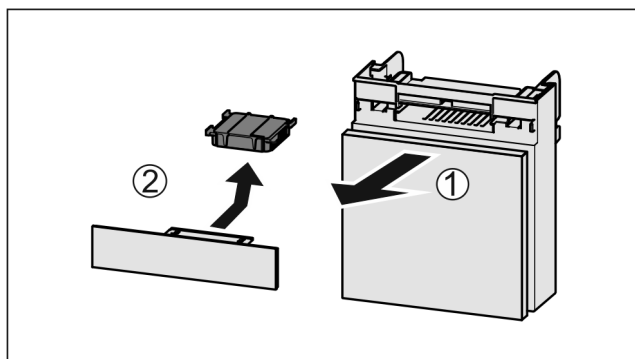

Fig. 82
- ▶ Zásuvku vytáhněte dopředu Fig. 82 (1).
- ▶ Filtr s aktivním uhlím vyjměte Fig. 82 (2).